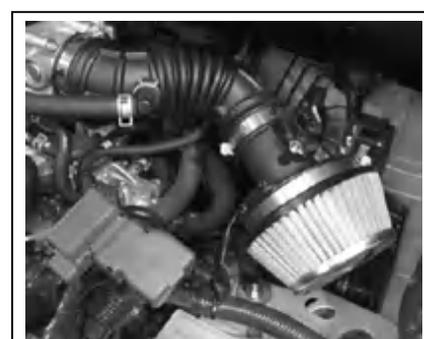

図10
- ⑥コア本体を取り付け、各部に干渉が無いよう位置を調整して、ボルト類を本締めします。図10参照
- ⑦エアフロセンサカプラを繋ぎます。